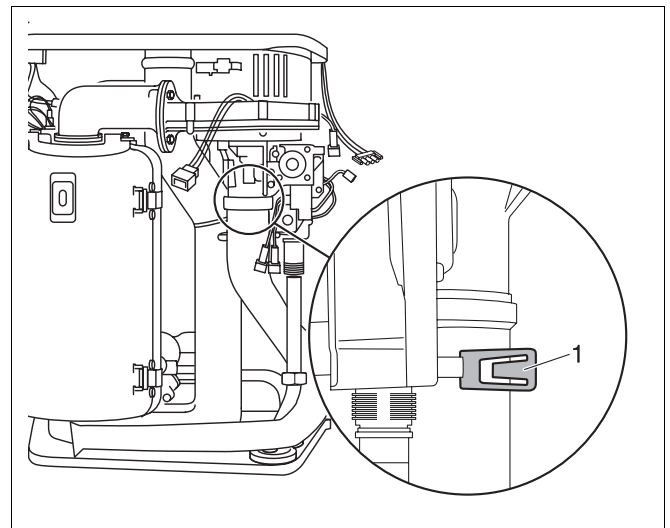

Abb. 40 Luftansaugrohr abziehen
- Sicherungsblech anziehen (Abb. 40, Pos. 1).